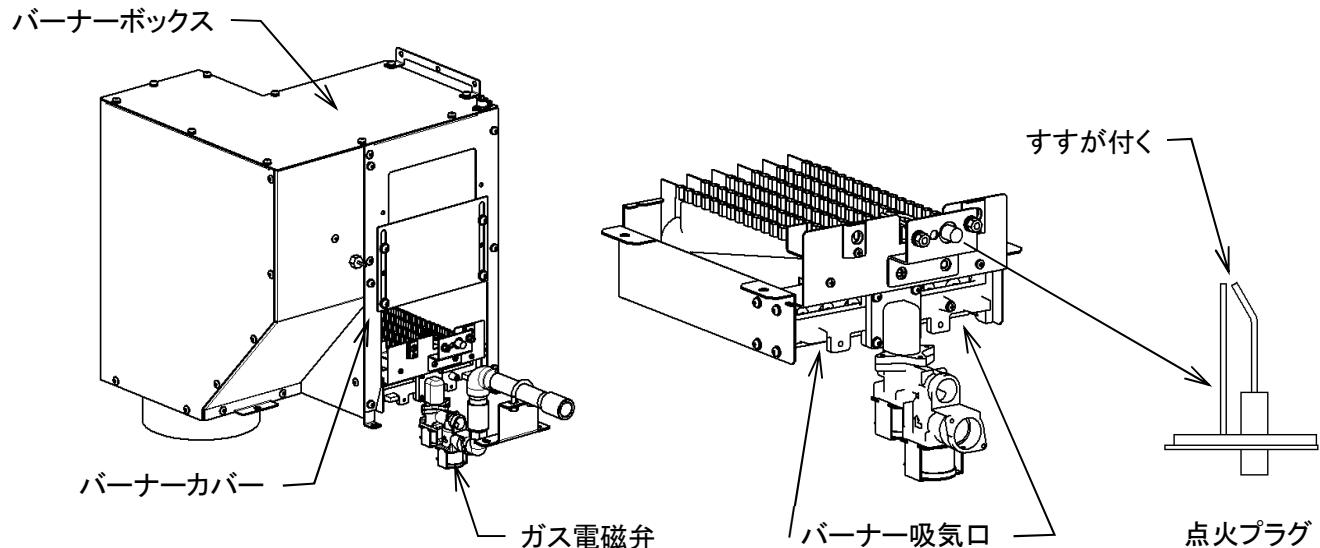

図 8-20
3) 点火プラグの点検(図 8-20)
8. 3. 10 ガス電磁弁(図 8-20)